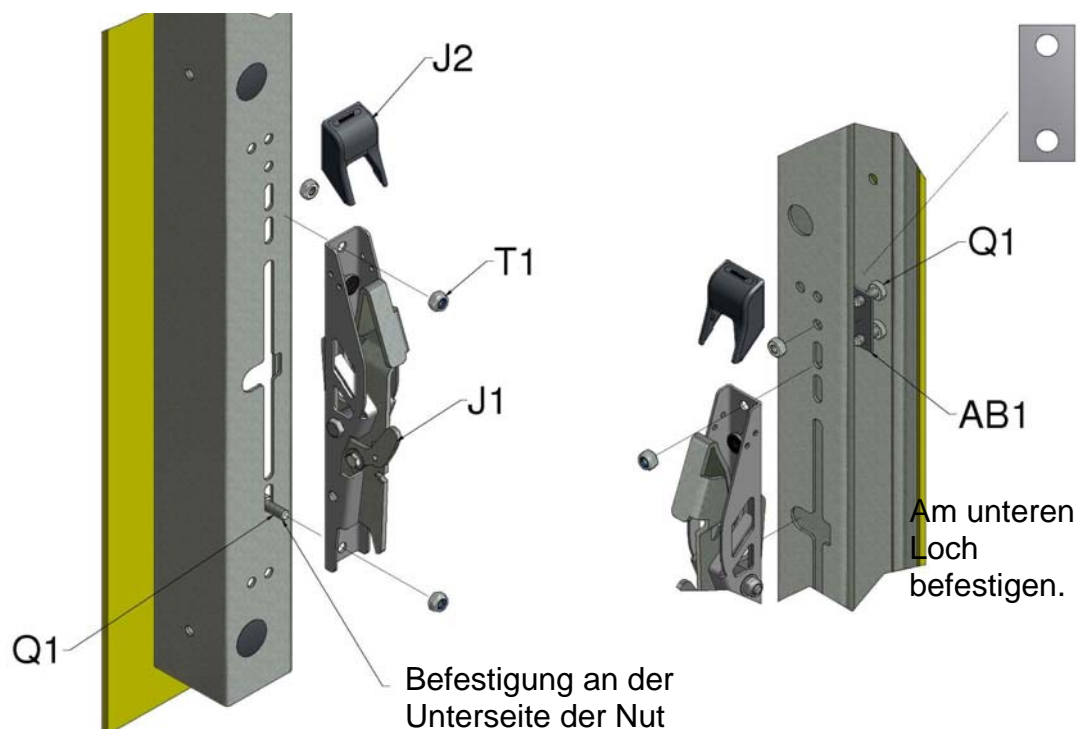

Abbildung 12: Verschrauben der Sperrklinken und Führungsschienen
11. Befestigen Sie die Sperrklinken (J1) mit den im Lieferumfang enthaltenen M8x20 Stellschrauben (Q1) und Sicherungsmuttern (T1) an den vorgestanzten Öffnungen an der Unterseite der Führungsschienen. Führen Sie die oberen Befestigungsschrauben durch die Stopplatte der Sperrklinke (AB1), die auf der Innenseite der Führungsschiene angebracht ist, um zu verhindern, dass die Klinke an den vorgestanzten Öffnungen hochrutscht. Achten Sie darauf, dass der Schwenkarm der Sperrklinke nicht im Längsschlitz der Führungsschiene hängen bleibt (Abbildung 12). Kappen (J2) oben auf den Sperrklinken anbringen. Achten Sie darauf, dass der